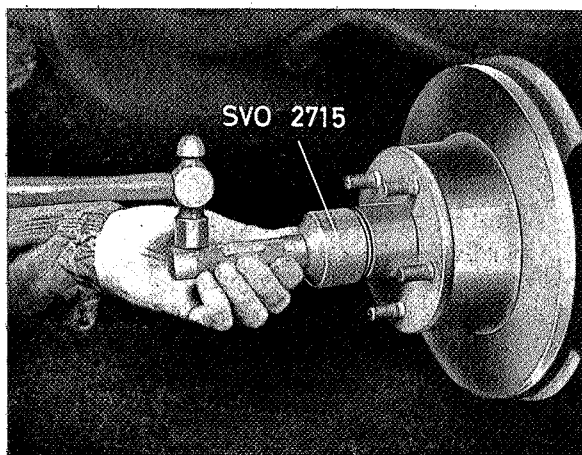
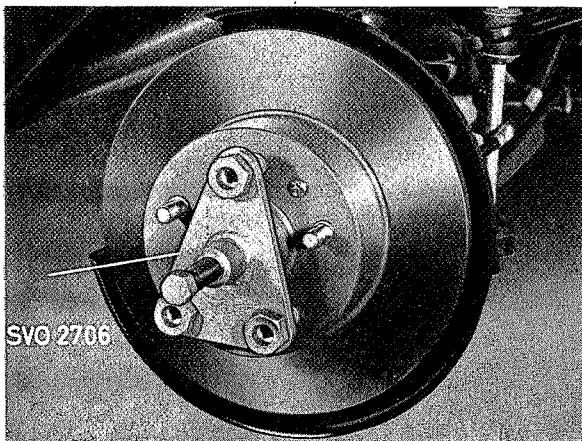
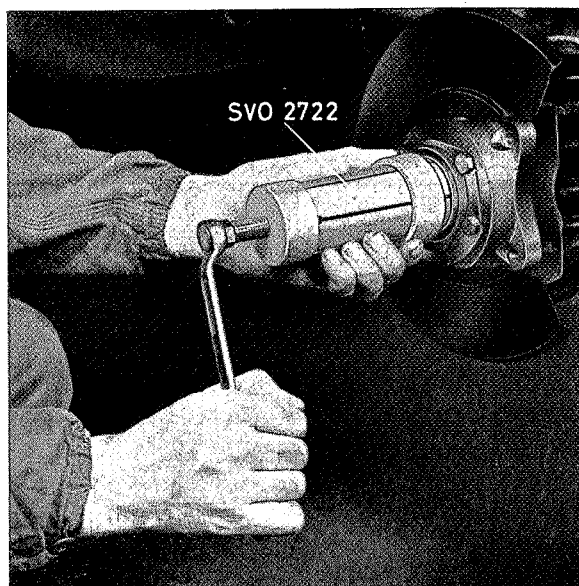

Fig. 7-13. Het verwijderen van de vetdop
Fig. 7-14. Het verwijderen van de naaf
Fig. 7-15. Het verwijderen van het achterste lager
4. Verwijder de vetdop met SVO 2715 (Fig. 7-13). Verwijder de splitpen en de kroonmoer. Trek de naaf eraf met trekker SVO 2726 (zie Fig. 7-14). Trek het achterste lager van de fuseetap af met trekker SVO 2722 (zie Fig. 7-15), indien het lager op zijn plaats is blijven zitten.